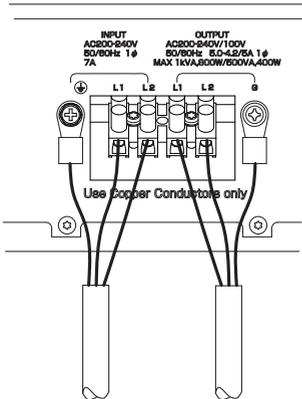

図4
- マイナスタライバで端子台のネジを緩め、被覆を規定の長さまで剥いた電線を端子台斜め下から奥まで挿入し、その状態で端子台のネジを締めてください。(図4参照)